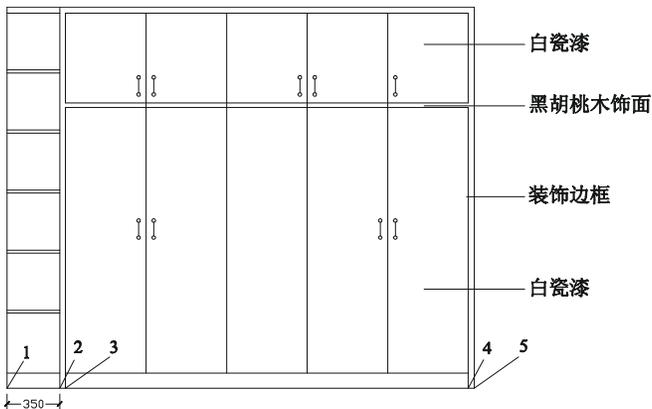
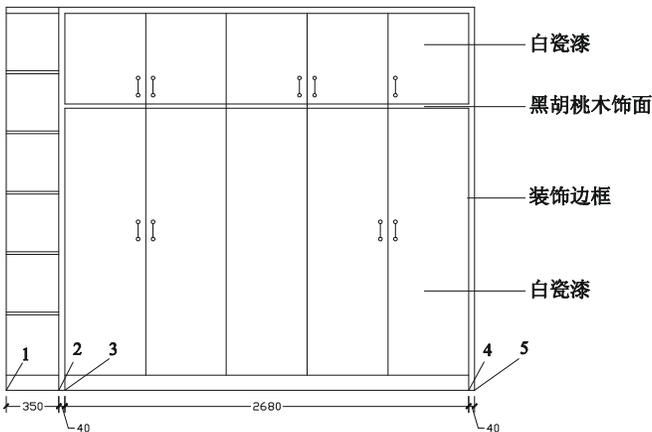

图 3-2-34
图 3-2-35
(8) 单击如图 3-2-33 所示的“标注”工具栏上的“线性标注”按钮，分别单击如图 3-2-34 所示的点 1、2，并向下移动鼠标，将尺寸线调整到相应的位置并单击，得到标注 350。
(9) 单击如图 3-2-33 所示的“标注”工具栏上的“连续标注”按钮，分别单击如图 3-2-34 所示的点 3、4、5，得到如图 3-2-35 所示的标注。